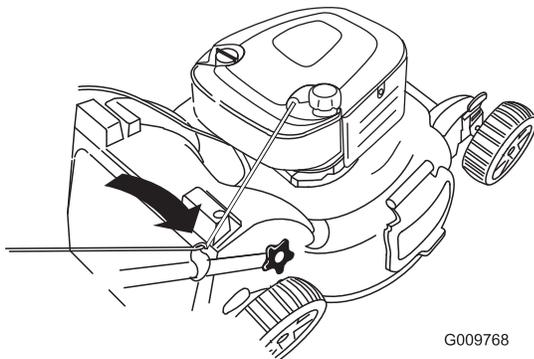

Figura 29
2. Avvolgete il cavo di avviamento attorno al guidacavo inferiore (Figura 29).